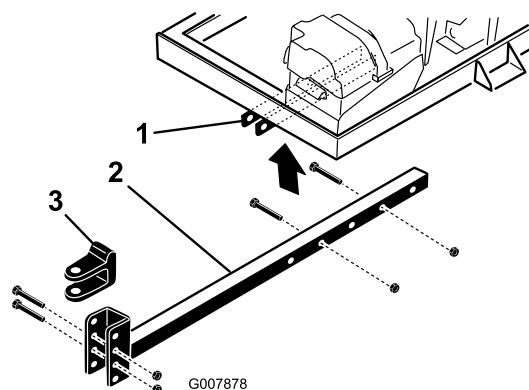

Figura 4
3. Inserite il tubo dell'attacco di traino nelle staffe del telaio (Figura 4). Fissate il tubo al telaio con
- Togliete i bulloni e i dadi di bloccaggio che fissano l'uncino dell'attacco di traino (Figura 4) al tubo dell'attacco di traino.